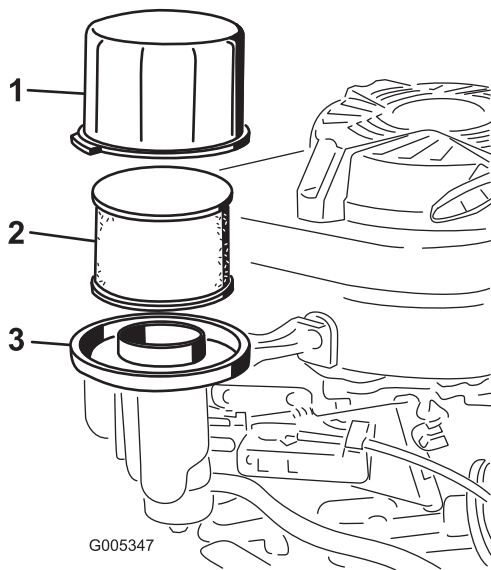

Figura 21
3. Retire la tapa y límpiela a fondo (Figura 21).
4. Retire el pre-limpiador de gomaespuma y el filtro de aire de papel de la base del limpiador de aire (Figura 21).